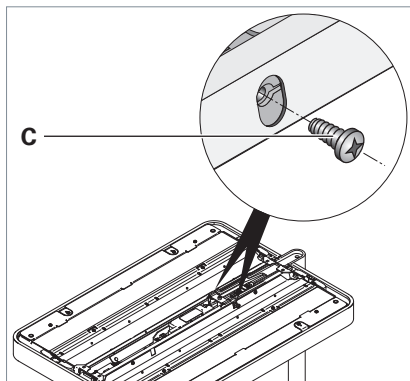

Fig. 21: Enlever la fixation.
- Dévissez les deux vis de fixation **C**, voir Fig. 21.